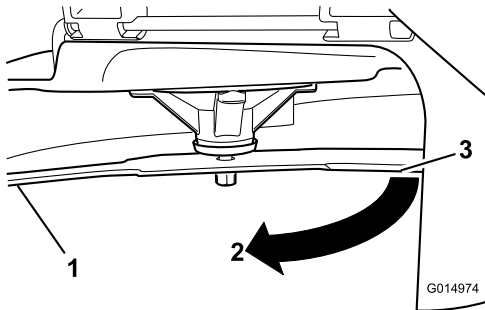

Figure 51
3. Seconde distance mesurée entre la lame et la surface (B)
4. Tournez la même lame de 180 degrés pour amener l'autre tranchant à la même position (Figure 51).